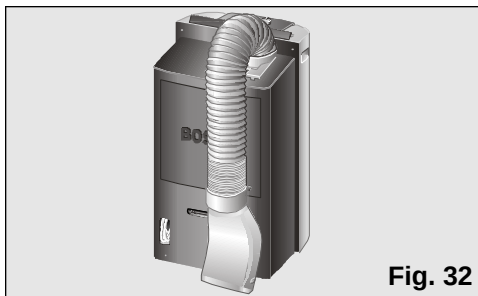

Fig. 32
- ☐ För att göra detta böjer Du röret mot apparatens baksida och fäster det vid apparaten med den speciella hållare som finns på luftspidaren, Bild 32 och 33.